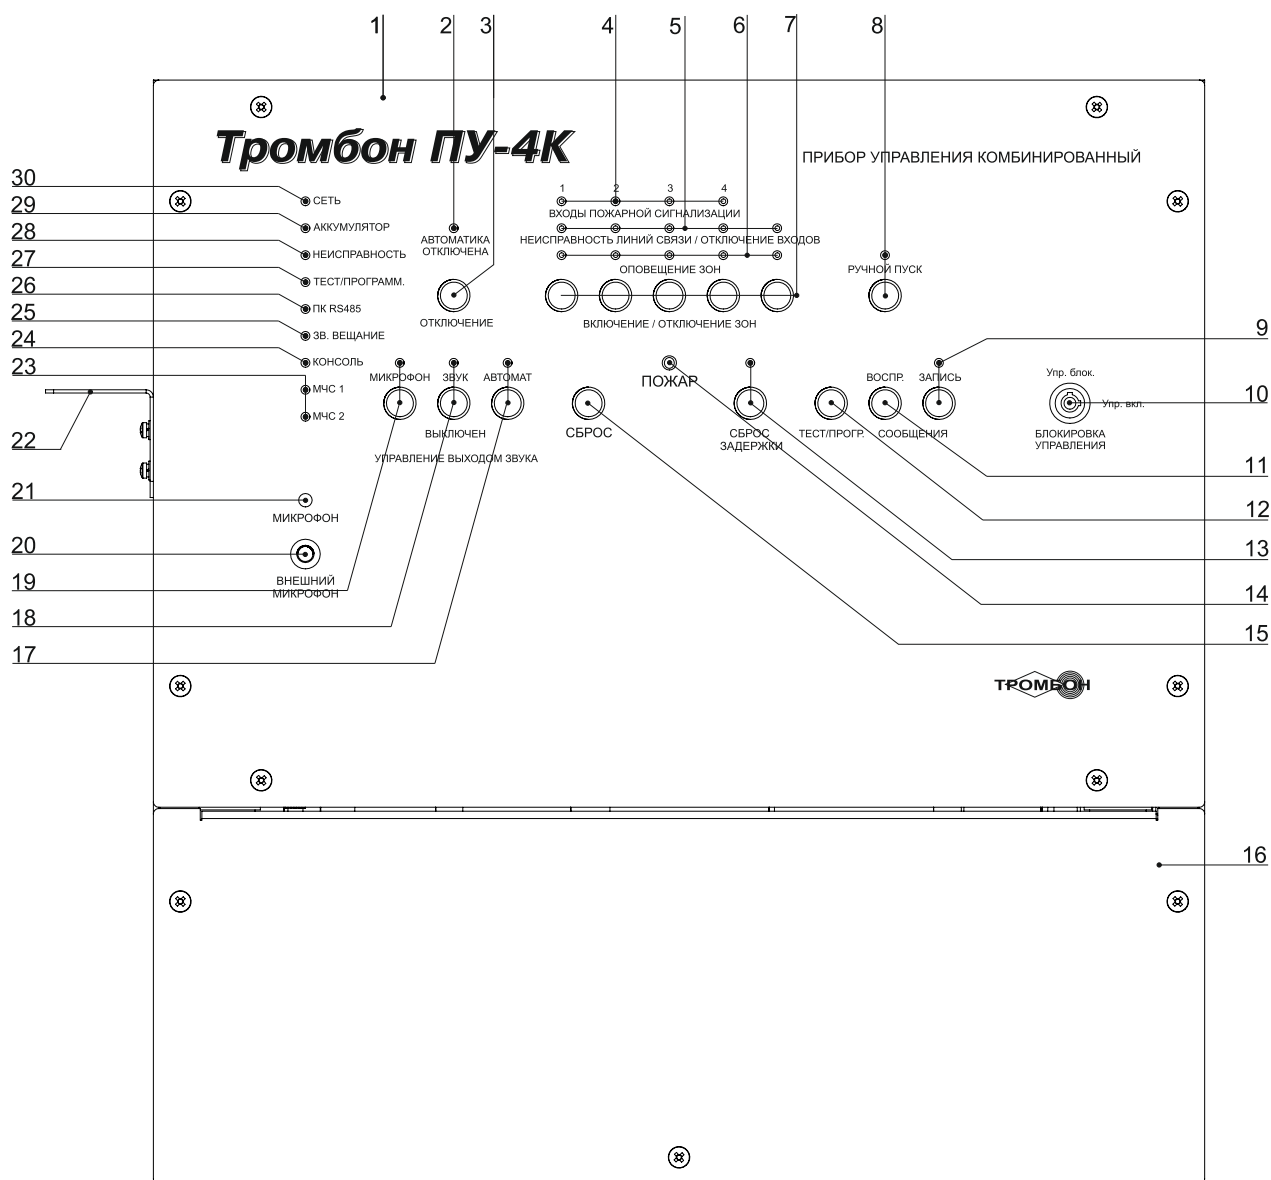

Рис. 1. Внешний вид прибора «Тромбон ПУ-4К» и расположение органов управления и индикации.
Входы пожарной сигнализации прибора «Тромбон ПУ-4К» реагируют на замыкание контактов на выходе ППКП. Для управления оповещением в автоматическом режиме к входам прибора необходимо подключить столько выходов ППКП, сколько имеется зон оповещения. При получении от ППКП командного сигнала (замыкания) на любой из входов, прибор переходит в режим «Тревога» что подтверждается зажиганием индикаторов «ПОЖАР» и индикаторов «ВХОДЫ ПОЖАРНОЙ СИГНАЛИЗАЦИИ», соответствующих тревожным входам (рис.1 поз. 4, 14).
4. Другие значения сопротивления линии связи, воспринимаются прибором как авария линии связи с ППКП. На передней панели ПУ зажигаются индикаторы «НЕИСПРАВНОСТЬ ЛИНИЙ СВЯЗИ / ОТКЛЮЧЕНИЕ ЛИНИЙ», соответствующие номеру неисправных линии связи с ППКП и индикатор «НЕИСПРАВНОСТЬ» (рис. 1, поз. 5, 28). Прибор выключает реле на выходе «Неиспр.» и периодически издает звук зуммера.